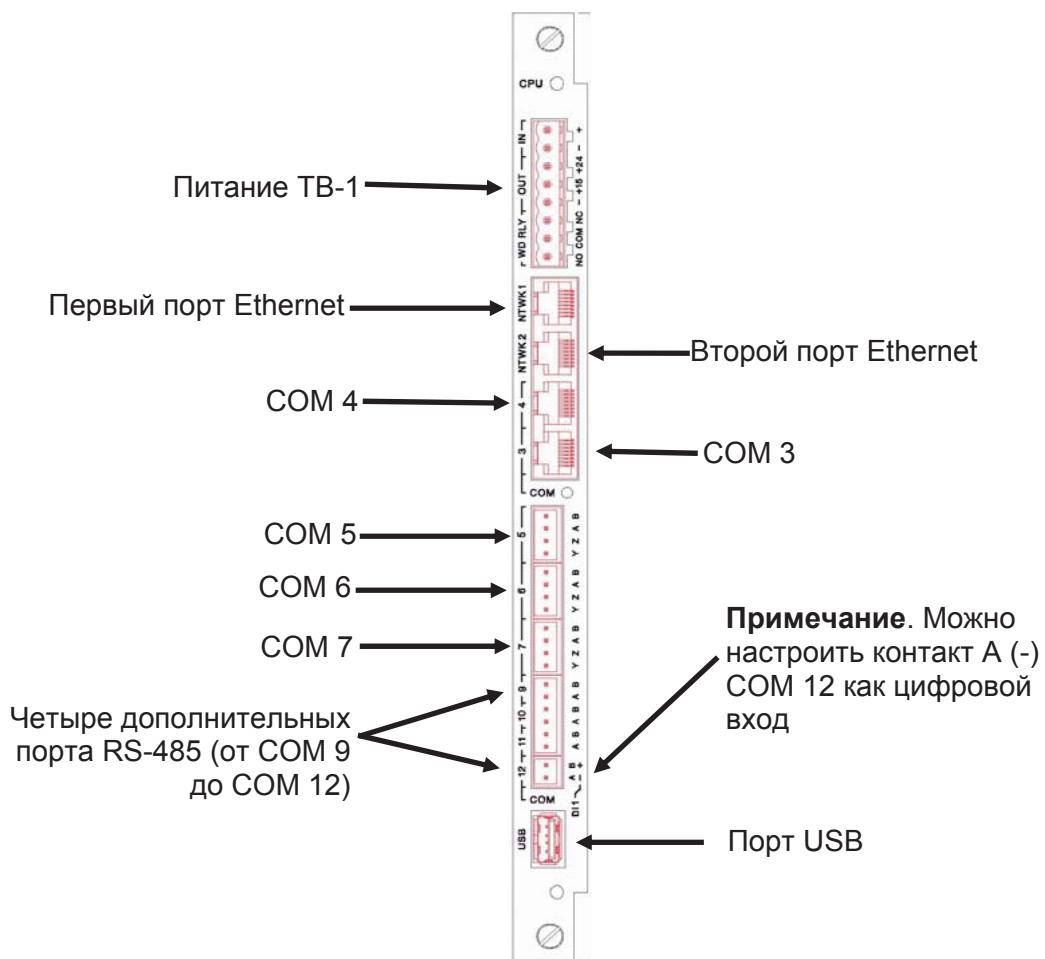

Рисунок 3-1. Задняя панель модуля ЦПУ
- СОМ 9-12** В контроллер S600+ добавлено четыре новых последовательных порта RS-485 (от СОМ 9 до СОМ12), которые находятся в нижней части задней панели модуля ЦПУ (см. рисунок 3-1).